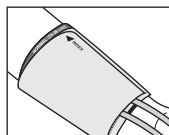

Рис. 7
5. На застегнутой манжете метка «INDEX» должна указывать на область «NORMAL» (рис. 7). Это означает, что манжета подобрана правильно и соответствует размеру окружности плеча. Если метка указывает на область обозначенную «<|||» или левее, то манжета мала и показания могут быть завышены на 5 мм рт.ст. и более. Если метка указывает на область «>|||» или правее, то манжета велика и показания могут быть занижены на 5 мм рт.ст. и более.